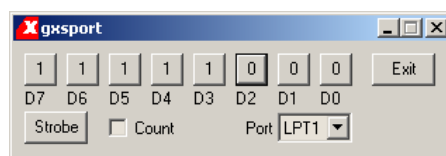

Figura 7.12. Fereastra programului GXSPORT.
12. Pentru modificarea cifrei afișate și verificarea decodificatorului, lansați în execuție programul GXSPORT. Acest program permite înscrierea unor valori în registrul de date al portului paralel al calculatorului, biții D3, D2, D1 și D0 ai acestui registru fiind conectați la intrările decodificatorului proiectat. Fereastra programului GXSPORT este ilustrată în Figura 7.12. Modificați valoarea unuia din biții D3, D2, D1 sau D0 prin execuția unui clic pe butonul corespunzător. Pentru transmiterea valorii modificate la portul paralel, executați un clic pe butonul *Strobe*. Verificați dacă cifra afișată corespunde cu valoarea binară corespunzătoare biților D3, D2, D1 și D0 din fereastra programului GXSPORT. Verificați apoi dacă se afișează corect fiecare din cele 16 cifre hexazecimale.